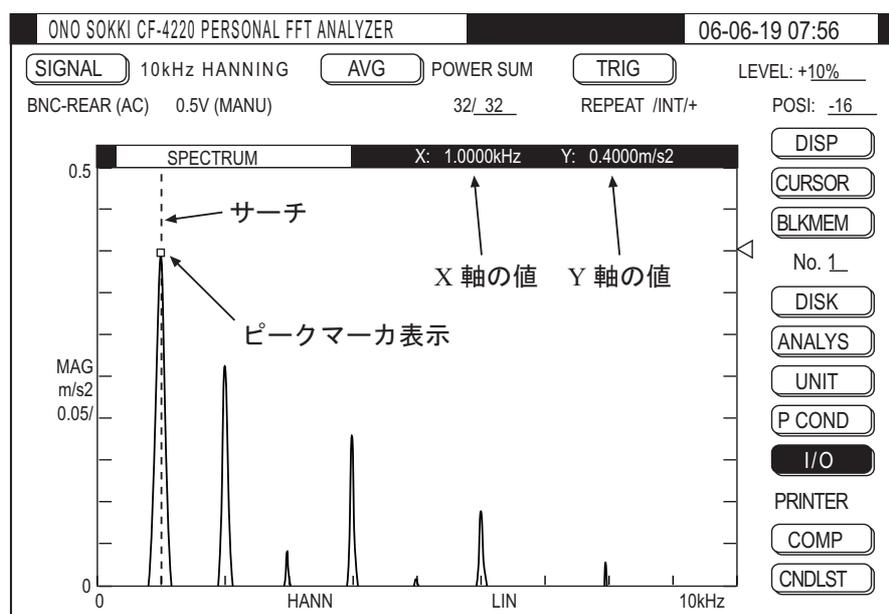

図 20
- ④ CURSOR ページの「END」にジョグカーソルを合わせ、SELECT スイッチを押しとページが閉じ、最大ピーク位置に四角のマークが付き、最大ピークの点の値が表示されます。(図 20)
- ③ 「SEARCH」にジョグカーソルを合わせ、SELECT スイッチを押し「CURSOR」ページの項が「CURSOR : SEARCH」と表示されます。
- ④ 「END」にジョグカーソルを合わせ、SELECT スイッチを押しとページが閉じ、画面に縦点線(サーチ)が表示されます。
- ⑤ シャトルカーソル（ジョグカーソルの外側がシャトルカーソルです）をまわすと画面の縦点線（サーチ）が移動します。注目するピークに縦点線（サーチ）を合わせ、そのピーク点の X、Y 値が表示されます。（図 20）周波数、その振幅を読み取ることができます。シャトルカーソルを大きく回すと早い移動、少し回すとゆっくりの移動となります。
- ⑥ 最大ピークの表示に戻すには(9-1)の操作を行います。
(10) 加速度を変位に変換表示する